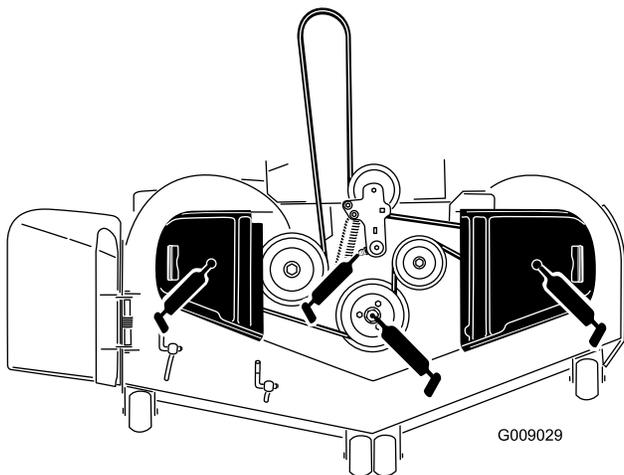

Figure 42
3. Graissez le pivot de la poulie de tension du tablier de coupe jusqu'à ce que la graisse ressorte par le bas (Figure 42).
4. Lubrifiez les roulements des 3 axes jusqu'à ce que la graisse ressorte par les joints inférieurs (Figure 42).
5. Graissez le bras de tension de la courroie d'entraînement (Figure 42).